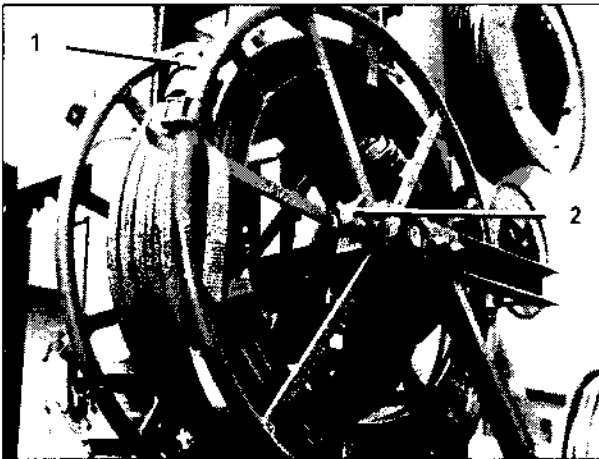

Bild 98
6. Nach dem Auftrommeln Klemmschraube (Bild 98/2) festziehen, zweiten Stecker (Bild 98/1) an der Kabeltrommel mit Zurrurt befestigen.